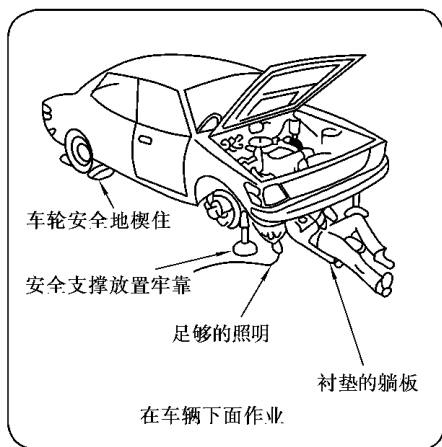

图 3.4.6
5. 移走千斤顶前,确保车辆妥善地支撑在安全支撑上,在车下工作是安全的,如图 3.4.6 所示。